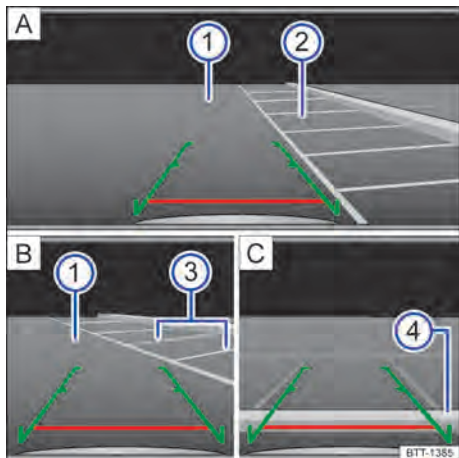

Fig. 103 Visualización del display del sistema de radar: estacionar con la cámara de marcha atrás.
Leyenda para → fig. 103:
- Colocar el vehículo delante de la plaza de estacionamiento → fig. 103 ② **A**.
- Conducir hacia atrás lentamente y maniobrar de modo que las guías verdes laterales conduzcan entre las líneas de delimitación de la plaza de estacionamiento seleccionado ② **A**.
- Alinear el vehículo en la plaza de estacionamiento seleccionada de modo que las guías verdes laterales queden sobre las líneas de límite lateral ③ **B**.
- Detener el vehículo cuando la línea roja alcance el límite trasero ④ **C**.